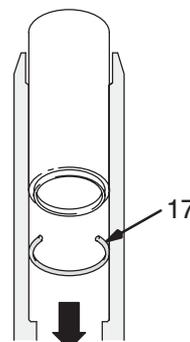

Fig. 22
Fig. 22 y lista de piezas. Coloque la junta tórica (17) en el cilindro. Deslice el prolongador por la parte superior del cilindro para asentar la junta tórica. Desmonte el prolongador.